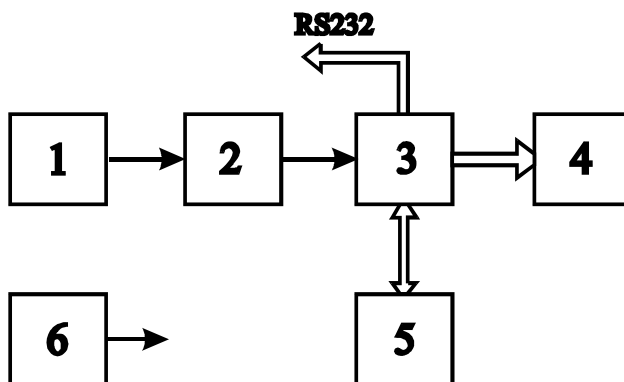

Рис. 1.1 Структурная схема толщиномера магнитного МТП-01
1.3.2 Структурная схема толщиномера приведена на рис. 1.1.